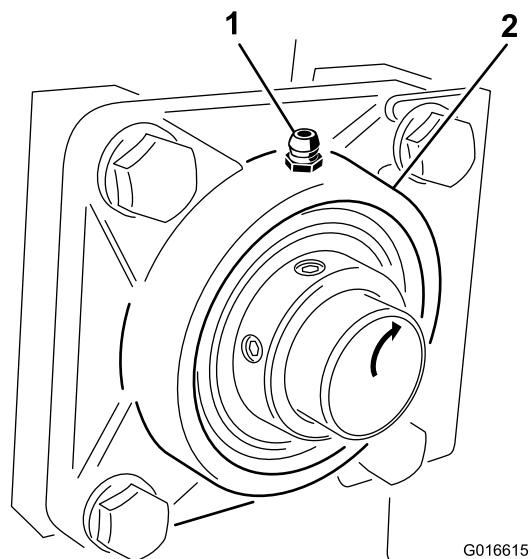

Figure 16
2. Injectez plusieurs jets de graisse dans le graisseur jusqu'à ce qu'elle commence à suinter hors du roulement (Figure 16).